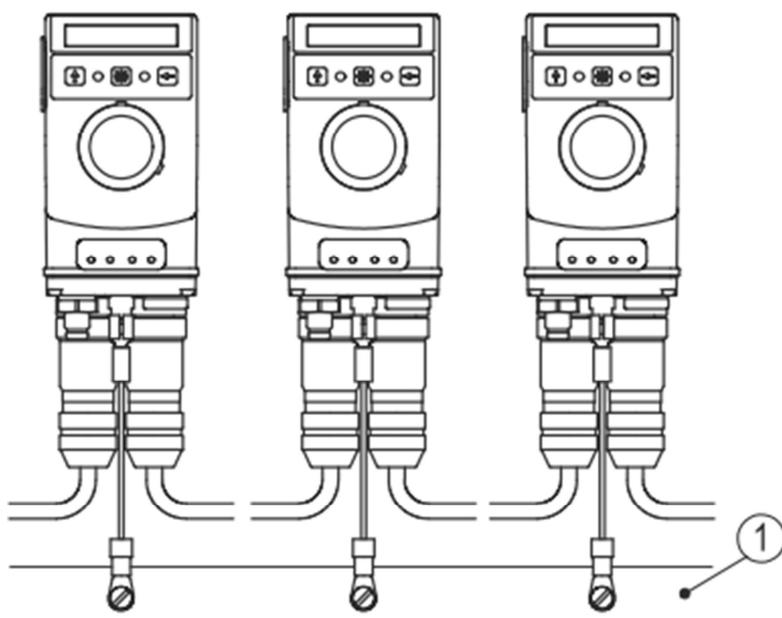

図 5 : アースバー
複数の機器をご使用いただく場合、アースバー①への接続を推奨します。（図 5 参照）